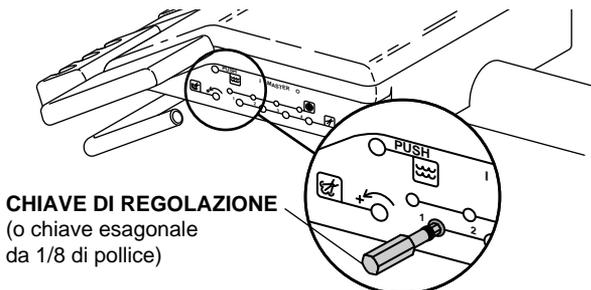

Figura 8. Controllo flusso acqua di raffreddamento
I controlli del flusso dell'acqua di raffreddamento vengono utilizzati per la regolazione del flusso dell'acqua di raffreddamento nei manipoli (vedere la Figura 8).
2. Individuare i controlli del flusso acqua di raffreddamento (vedere la Figura 8).